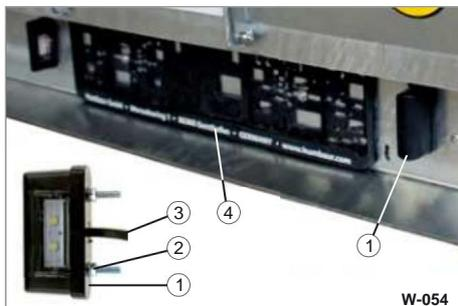

Fig. 65 Illuminazione della targa
- ÿ Allentare i collegamenti a vite (Fig. 65/2).
- ÿ Scollegare il cavo di collegamento con il collegamento a spina (Fig. 65/3).
- ÿ Sostituire l'intera lampada a LED (Fig. 65/1).